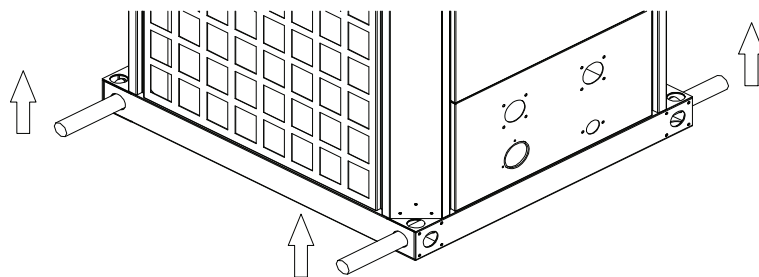

Figure 4-17
- C. Pour les modèles verticaux, on peut adopter la méthode de la figure 4-17. Passer 2 tiges d'acier par les orifices inférieurs. Dans ce cas un déplacement manuel de la PAC est possible.